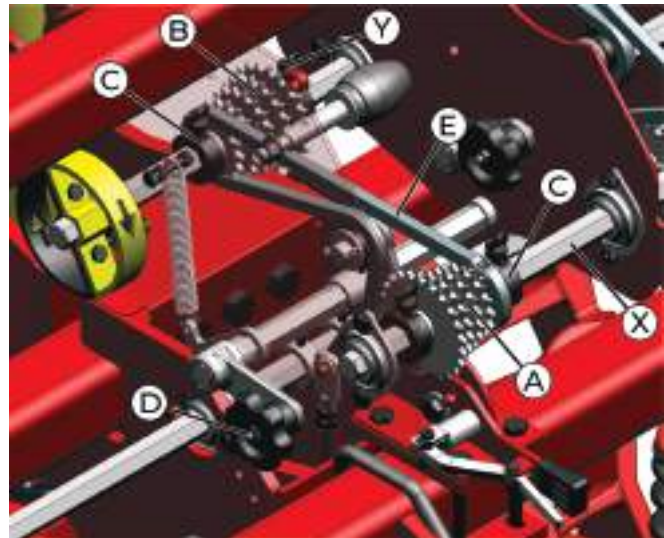

fig. 100
A regulagem da distribuição da semente é realizada através do recâmbio das rodas dentadas (fig. 100) Z14-Z16-Z18-Z20-Z24 (A) do eixo "X" com as rodas dentadas Z15-Z17-Z19-Z21-Z23 (B) do eixo "Y". Afrouxe as buchas batentes (C) para deslocar as rodas dentadas pelos eixos até a posição ideal.